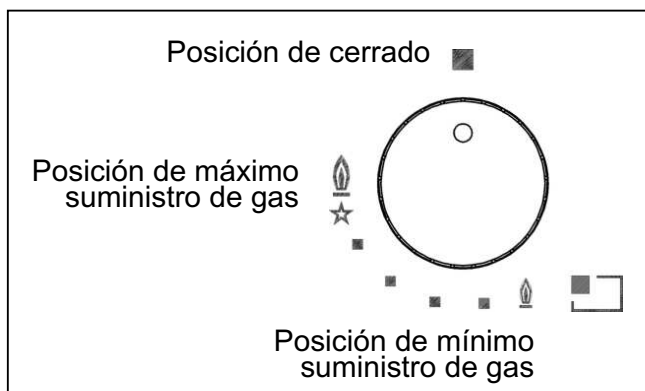

FIG. 1
Presionar y girar hacia la izquierda el mando correspondiente al quemador que se desea usar, colocarlo en la posición de máximo (llama grande fig. 1) y, luego, presionar el mando hasta el final.
Con los quemadores provistos de termopar de seguridad, se debe girar hacia la izquierda el mando correspondiente al quemador que se desea usar, colocarlo en la posición de máximo (llama grande fig. 1) hasta percibir un pequeño tope y seguidamente presionar el mando y repetir la operación indicada anteriormente.
- Una vez conseguida la ebullición, girar el mando a la posición de mínimo (llama pequeña fig. 1).
- *el encendido de los quemadores dotados de termopar de seguridad puede ser efectuado sólo cuando el mando está en posición de máximo (llama grande fig. 1).*